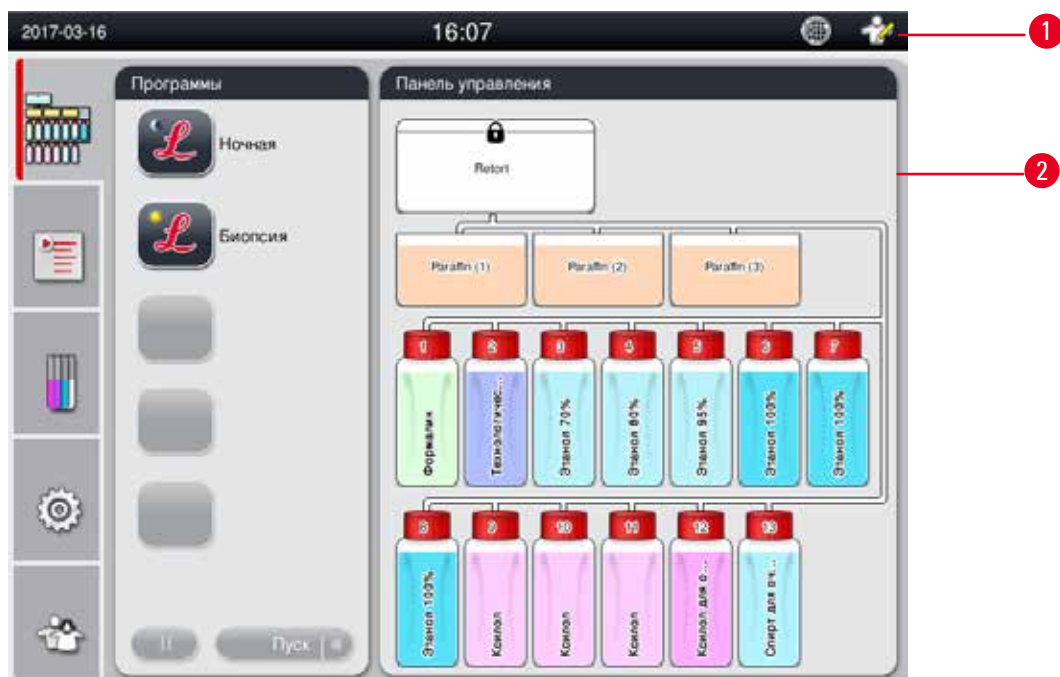

Рис. 27
4. После этого открывается окно приложения (→ "Рис. 27"), содержащее строку состояния (→ "Рис. 27-1") и главное окно (→ "Рис. 27-2").